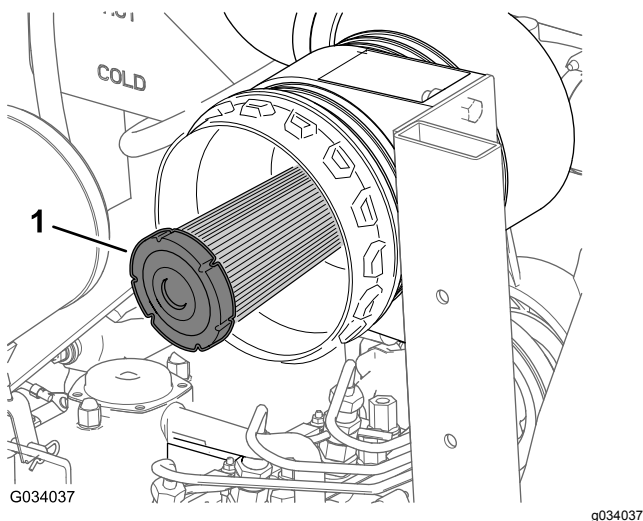

Bild 46
2. Überprüfen Sie den Sicherheitsfilter auf Staub und Schmutz (Bild 46).
Wichtig: Versuchen Sie nie, den Sicherheitsfilter zu reinigen (Bild 46). Tauschen Sie den Sicherheitsfilter bei jeder dritten Wartung des Hauptluftfilters aus.